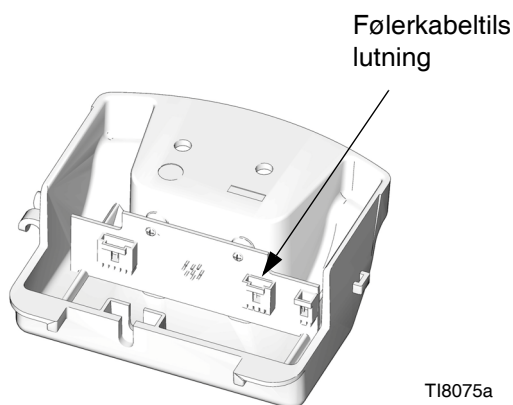

FIG. 15. Følerkabelforbindelse
- a. **DataTrak Modeller:** Fjern de to skruer (135). Fjern forsigtigt DataTrak modulet (131), se side 14. Frakobl den løbskkørende magnetventil og følerens kabler fra modulpanelet. Fjern de to skruer (134) og glid forsigtigt kabinettet (132) af luftventilen.
- b. **Modeller med lineær føler:** Fjern skruerne (134) og glid forsigtigt huset (132) af luftventilen. Kobl følerkablet fra kredspanelet. Se FIG. 15 på side 28.
10. Genmonter lyddæmperen (15). Stram skruerne (43) fuldstændigt mod lyddæmperen.
11. Genmonter det yderste ventildæksel (47).
- a. **DataTrak Modeller:** Glid forsigtigt kabinettet (132) over på luftventilen. Skru skruerne (134) i med hånden, og tilspænd dem derefter med et moment på 11,3 N•m (100 tomme-pund). Gentilslut magnetventilen og følerkablerne til DataTrak modulet (131), se side 14. Glid forsigtigt modulet tilbage ind i kabinettet (132). Genmonter de to skruer (135).
- b. **Modeller med lineær føler:** Genforbind følerkablet til printpladen. Se FIG. 15, side 28. Glid forsigtigt kabinettet (132) over på luftventilen. Skru skruerne (134) i med hånden, og tilspænd dem derefter med et moment på 11,3 N•m (100 tomme-pund).
13. Genmonter topdækslet (30).
5. Fjern skrue(r) (134) og glid forsigtigt huset (132) af luftventilen. Kobl følerkablet fra kredspanelet. Se FIG. 15.
6. Skru kablet tilbage gennem hullet (H) på siden af mellemstykket og træk det ud af toppen på mellemstykket.
7. Skru mellemstykket (33) og føleren (35) af. Løft føleren lige op og ud af luftmotoren.
8. Smør gevindklæbemiddel på det nye følerkabinet. Skru føleren (35) ind i den øverste hætte (1). Tilspænd med et moment på 40,6-48,8 N•m (30-36 fod-pund).
9. Smør gevindklæbemiddel på mellemstykket (33). Stræk følerkablet lige ud gennem mellemstykkets top, og skru derefter adapteren ind i den øverste hætte (1). Tilspænd med et moment på 40,6-48,8 N•m (30-36 fod-pund).
10. Skru følerkablet gennem hullet (H) på siden af mellemstykket, og tilkobl det igen på kredspanelet. Se FIG. 15, side 28. Glid forsigtigt kabinettet (132) over på luftventilen. Skru skrue(r) (134) i med hånden, og tilspænd dem derefter med et moment på 11,3 N•m (100 tomme-pund).
11. Smør gevindklæbemiddel på løfteringen (21). Hold mellemstykket (33) med en svensknøgle for at forhindre det i at dreje, og tilspænd løfteringen med et moment på 40,6-48,8 N•m (30-36 fod-pund).
12. Genmonter topdækslet (30).